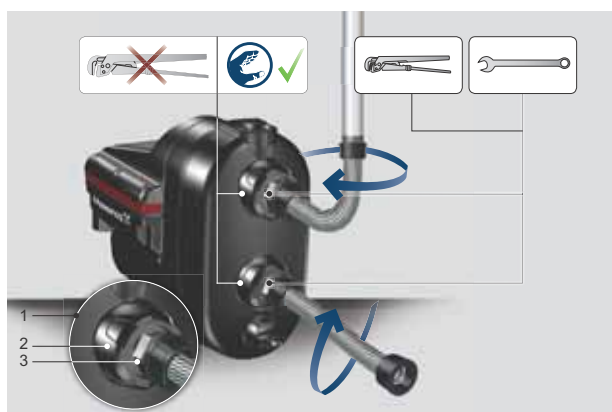

Рис. 3 Встановлення патрубків
1. Вручну відкрутіть з'єднувальні гайки, щоб послабити впускний і випускний штуцери. Див. рис. 3.